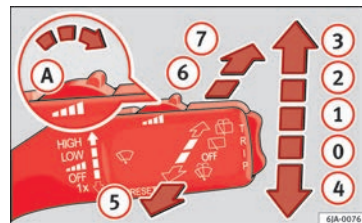

Fig. 56 O manípulo do limpavidros.
– Se desejar apenas limpar o para-brisas rapidamente desloque o manípulo para baixo, até à posição ④ » Fig. 56.
- Empurre o manípulo para cima, até à posição ① » Fig. 56.
- Empurre o manípulo para cima, até à posição ② » Fig. 56.
- Empurre o manípulo para cima, até à posição ③ » Fig. 56.
- Puxe o manípulo para o volante, posição ⑤ » Fig. 56, para pôr em funcionamento o lava para-brisas e o limpa para-brisas.
- Pressione o manípulo para a frente até à posição ⑥ » Fig. 56, o limpa-vidros traseiro é acionado em intervalos de 6 segundos.
- Pressione o manípulo completamente para a frente até à posição ⑦ » Fig. 56, o limpa-vidros e o lava-vidros funcionam simultaneamente.
- Solte o manípulo. O lava-vidros traseiro deixa de funcionar, enquanto o limpa-vidros continua a funcionar por mais 1-3 varrimentos (dependendo do tempo de funcionamento do ejetor). **Ao soltar, o manípulo fica na posição ⑥.**
- Mova o manípulo até à posição ① » Fig. 56.
Se estiverem ligados os médios ou os máximos e mover o manípulo até à posição ⑤ » Fig. 56, ativa por um breve período os lava-faróis. Os lava-faróis são também acionados a cada 10 vezes que se ative o lava para-brisas.